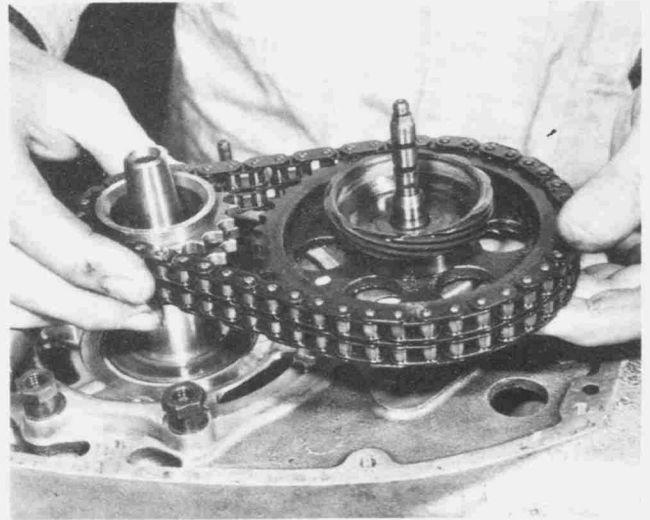

Bild 63
- Die Nockenwelle so weit in das Kurbelgehäuse einführen (die Ölpumpe muss ausgebaut sein), bis das Kurbelwellen-Kettenrad auf dem Konus sitzt (Bild 63).